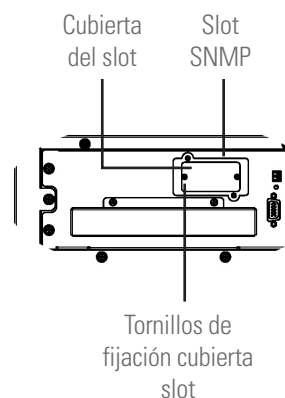

Fig. 65. Slot para SNMP en sub-rack de 6 slots para módulos de potencia.
- En los sub-racks de 6 slots de potencia, está localizado en el dorso del equipo, ver Fig. 65.